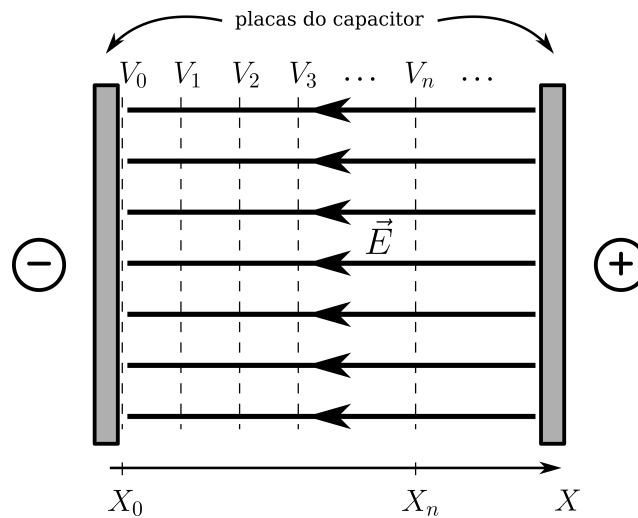

Figura 1 Campo elétrico uniforme entre as placas paralelas de um capacitor.
Considere-se o campo elétrico uniforme da figura 1, representado por linhas de potencial elétrico crescente $V_0, V_1, \dots, V_n, \dots$. Chamemos de X_i a posição, ao longo do eixo X , da linha de potencial V_i , de modo que:
Note que, na figura 1, ainda de acordo com as equações (4) e (6), \vec{E} aponta no sentido oposto ao do crescimento do potencial elétrico.